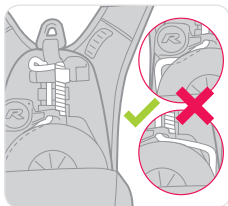

Figur 5
- Åpne ryggsekken som inneholder nedstigningsenheten (se figur 5).